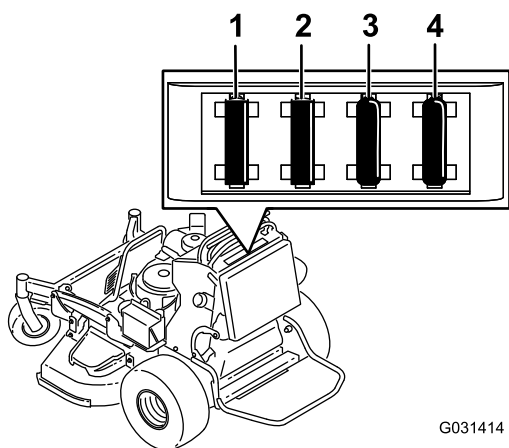

Figura 50
2. Estraiete il fusibile per toglierlo o sostituirlo (Figura 50).
Nota: Verificate che la dimensione del fusibile sia corretta Figura 50.